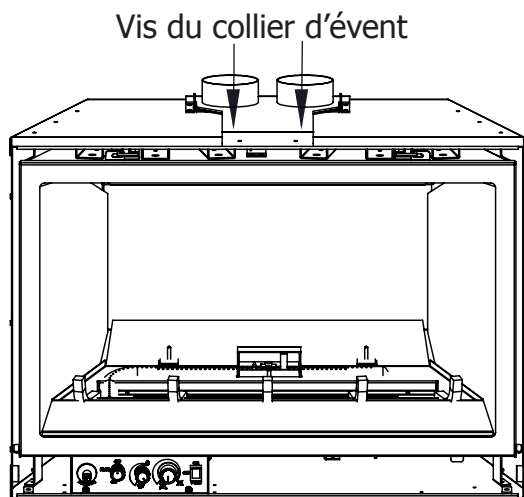

Figure 21: Localisation des vis de la plaque du collier.
5. Si l'ouverture du foyer est inférieure à 24" (610mm), retirez la plaque du collet d'évent du haut de l'encastable, en y enlevant les deux vis Torx T-20 situés sur le dessus du centre de l'unité, au-dessus de l'ouverture de porte (voir figure 21). Glissez la plaque du collet en arrière. Attachez la plaque du collet d'évent à(aux) gaine(s) déjà installé(s) dans la cheminée. Veillez à ne pas trop étirer la(les) gaine(s).